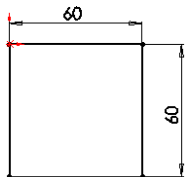

图 6-25 标注的矩形
**02** 绘制草图。单击“草图”工具栏中的“边角矩形”图标按钮,在上一步设置的基准面上绘制一个圆,然后单击“草图”工具栏中的“智能尺寸”图标按钮,标注绘制矩形的尺寸,结果如图 6-25 所示。